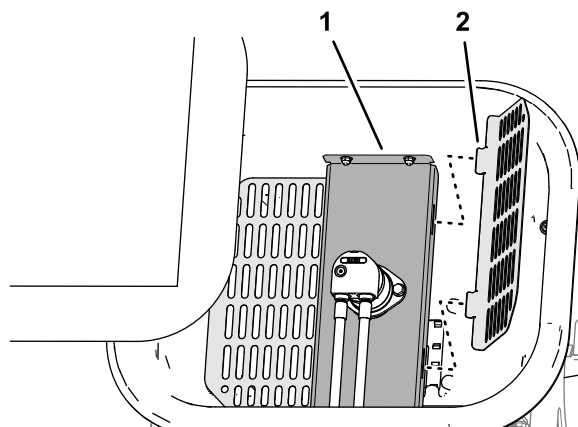

Figure 50
5. Faites pivoter les 2 filtres de la trémie et sortez-les de l'intérieur de la trémie (Figure 50).